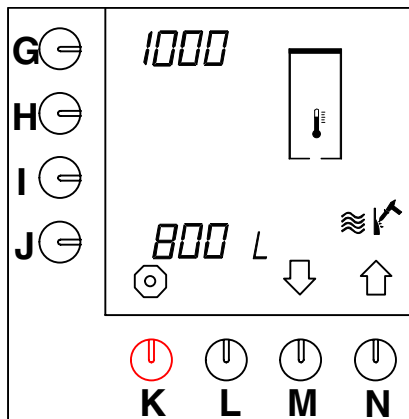

Abb. 51 Entkalkungsmeldung für das Heißwassersystem
- Drücken Sie auf die Wahl taste (M.)↓, bis Abb.51 im Display erscheint.